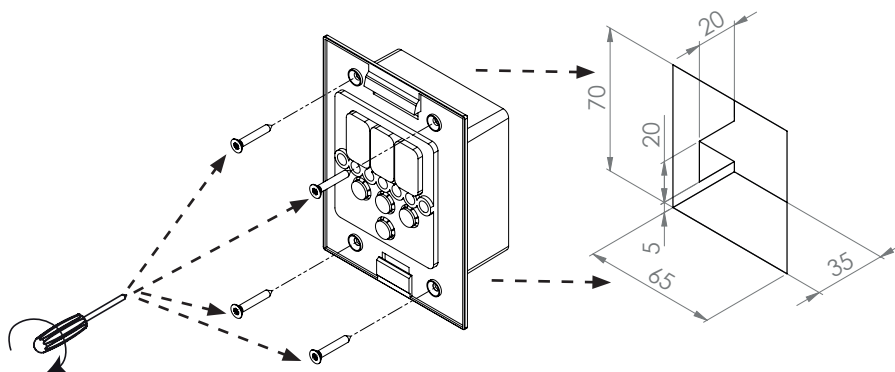
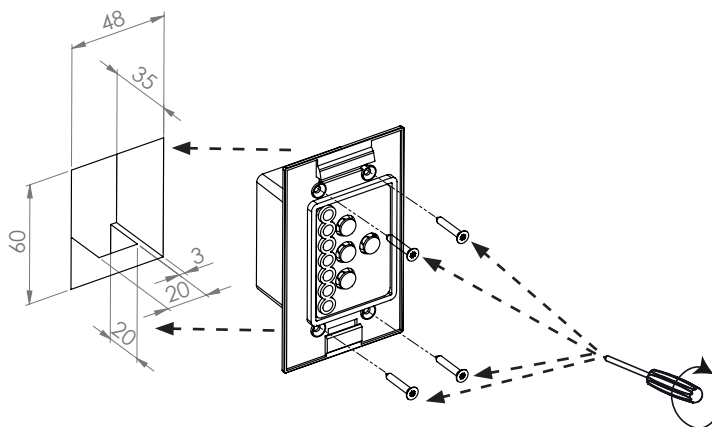

Fig. 5 Montage de l'élément de commande pour Pro D
Fig. 6 Montage de l'élément de commande de la sortie supplémentaire (en option)
1. Découpez l'évidement de 70 x 65 ou 60 x 48 mm en avec, par exemple, une scie sauteuse (voir **Fig. 5** et **Fig. 6**).